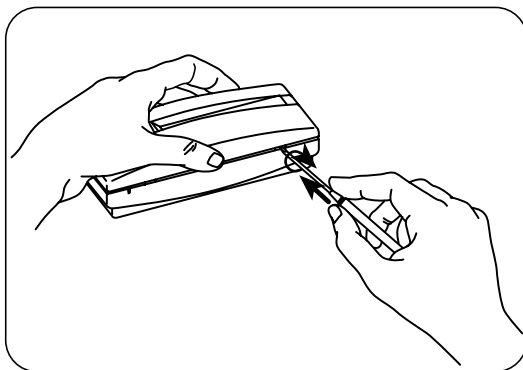

Figure 2 : Ouverture du couvercle
- Ouvrez le couvercle en dévissant les vis situées sur la face supérieure ou inférieure du boîtier (Figure2 : Ouverture du couvercle).